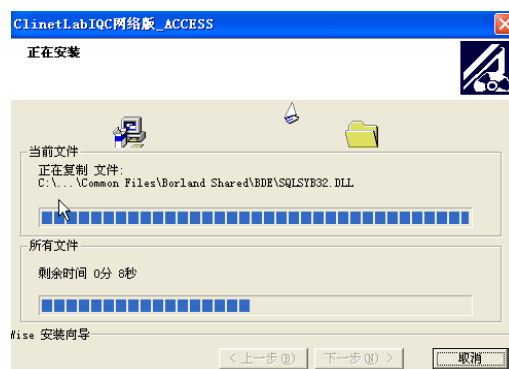

图 2-1-05 【正在安装】
6. 单击【下一步】按钮，出现如图 2-1-05 所显示的【正在安装】对话框，然后单击【下一步】按钮按图 2-1-05 【正在安装】对话框